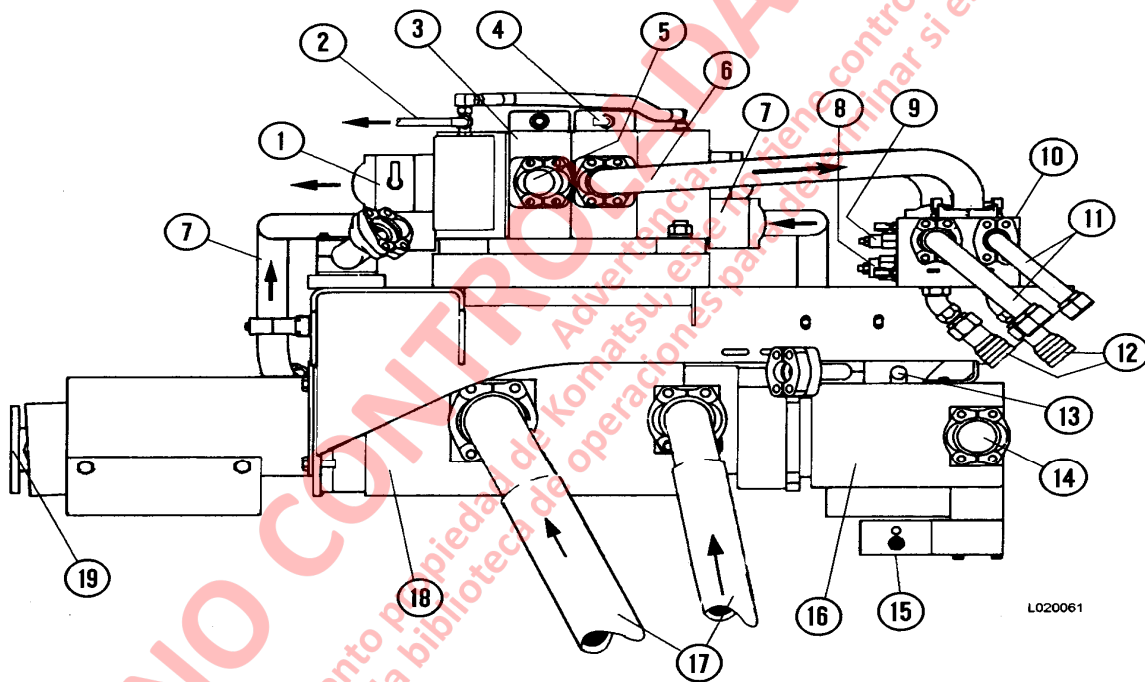

FIGURA 2.3 MODULO BOMBA HIDRÁULICA
El aceite hidráulico proveniente del estanque es suministrado a una bomba del circuito de freno y de la dirección compensada a presión, del tipo pistón (16, Figura 2-3). Su potencia es de 66 GPM (257 l/min) @ 1900 RPM. Una válvula de descarga (15) mantiene la presión del sistema entre 2750 psi (18.9 MPa) y 3025 psi (20.9 MPa).